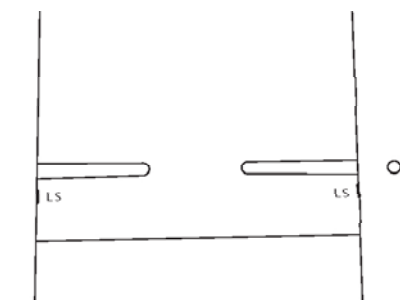

Figura 5
2. Para el papel estándar de los EE.UU. 8 1/2" x 11", mover ambas guías de papel de tal modo que sus bordes interiores estén alineados con las marcas rectas sobre la bandeja de transporte inscritas con LS (ver figura 5 para localizar la marca). Para el formato A4, alinear los *bordes exteriores* de las guías de papel con las marcas rectas inscritas con A4. Apretar ambos tornillos (Nota: no apretar con exceso).